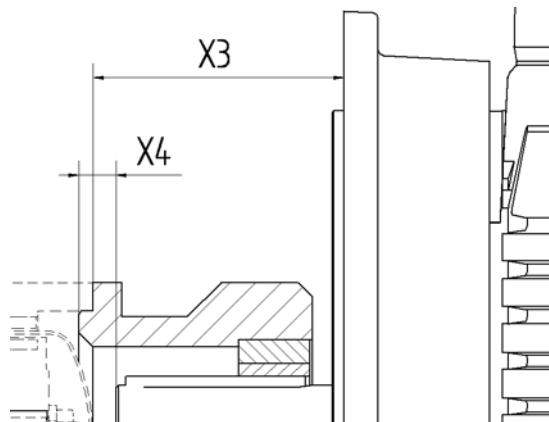

Рисунок 7: Параметр X3 или X4.
- 6 Отрегулируйте муфту ротора в соответствии со значением X3 или X4, см. рисунок 7 и таблицу ниже.